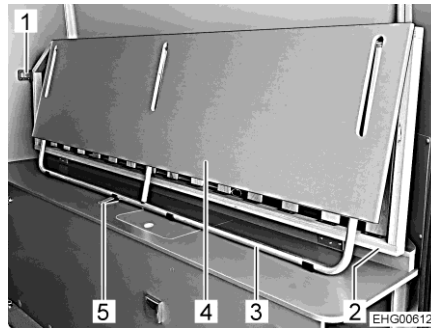

Fig. 45 Somier, plegado (posición de transporte)
- Desprender el somier (Fig. 45,2) con sección central (Fig. 45,4) del soporte de marco (Fig. 45,5 y Fig. 46,1) y del soporte de pared (Fig. 45,1 y Fig. 47,1) y desplegarlo.
- Plegar el marco (Fig. 45,3 y Fig. 48,1) hacia abajo.
- Colocar la sección central (Fig. 45,4 y Fig. 48,2) sobre l repisa del lado opuesto.
- Plegar el somier (Fig. 45,2) con la sección central (Fig. 45,4 y Fig. 48,2) y marco (Fig. 45,3 y Fig. 48,1) hacia arriba.
- Bloquear el somier con el soporte de pared (Fig. 45,1 y Fig. 47,1).
- Bloquear el marco con el soporte de marco (Fig. 45,5 y Fig. 46,1).